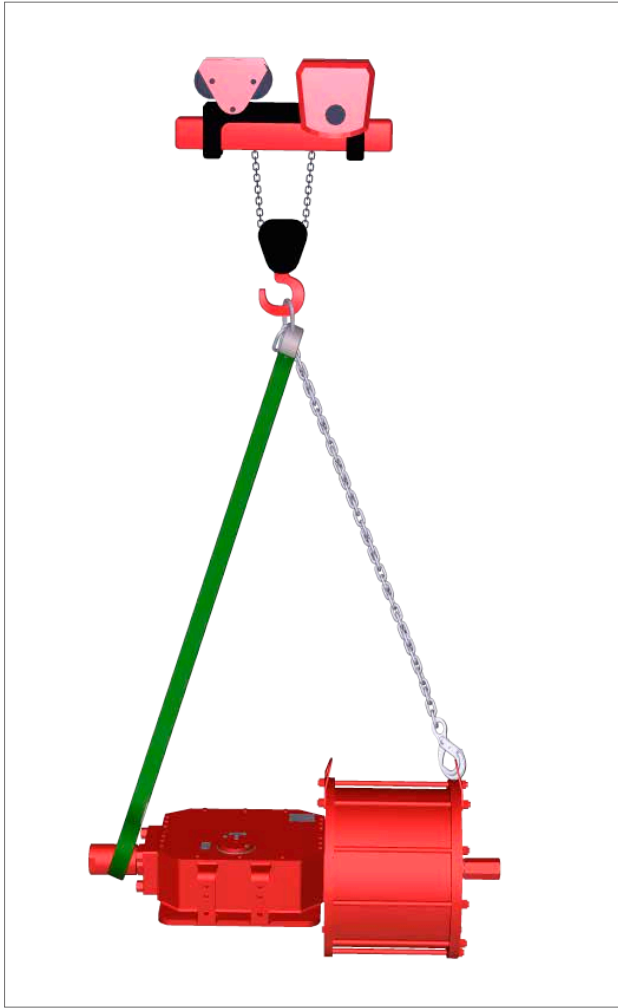

图 7.2 吊装(最大尺寸为161的双作用执行器)
- 对于双作用执行器，如图7.2所示将双链吊索挂在气缸吊耳上，并将织物吊索挂在中心体密封法兰上。